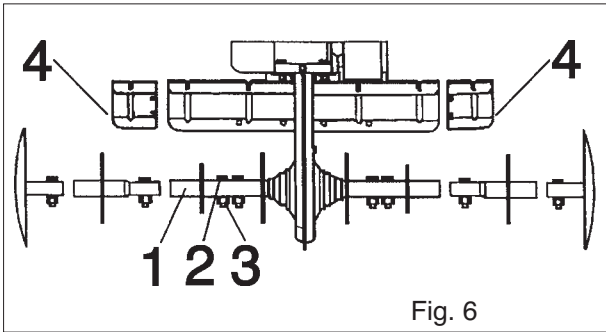

Fig. 6
MONTAGE DER HACKFRÄSEN (Abb. 6)
2. Stecken Sie die Nabe einer Fräse auf die Antriebswelle der Hackmaschine (Abb. 6, Detail 1), wobei Sie folgendes beachten sollten:
3. Befestigen Sie die Hackfräse mittels der Schrauben (2) und der Muttern (3) an der Antriebswelle der Hackmaschine.
4. Montieren Sie den Seitenschutz der Fräse (5) mittels der Schrauben (6) und der Muttern (7).